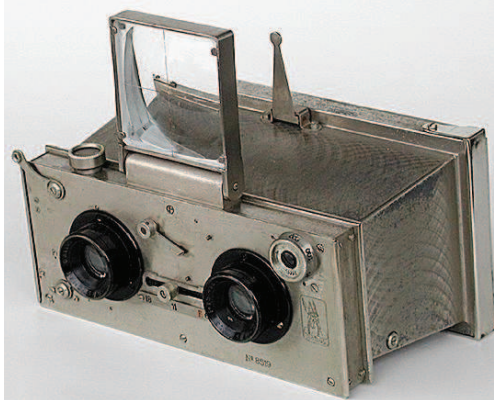

Fig. 8. Gallus stéréo en nickel
- **le nickel**. C'est un métal blanc argenté qui possède un éclat poli. Grâce à sa résistance à l'oxydation, il est utilisé dans les pièces de monnaie, pour le plaquage du fer, du cuivre, du laiton, dans certaines combinaisons chimiques et dans certains alliages. Bien que connu dès l'Antiquité, il a été massivement adopté dans l'industrie ciné photo après la découverte des gisements de Nouvelle-Calédonie, en 1864, par Jules Garnier. Il a beaucoup été utilisé, notamment, pour les appareils stéréoscopiques (figure 8), soit partiellement, soit totalement (beaucoup de châssis étaient en nickel), sous forme de tôles ou même usiné dans la masse. Il a beaucoup été utilisé également sous forme de revêtement électrolytique. Il n'appelle pas de commentaires particuliers. Les pièces plaquées qui sont en très mauvais état se protègent à nouveau chez les nombreux façonniers pour une somme tout à fait modeste.